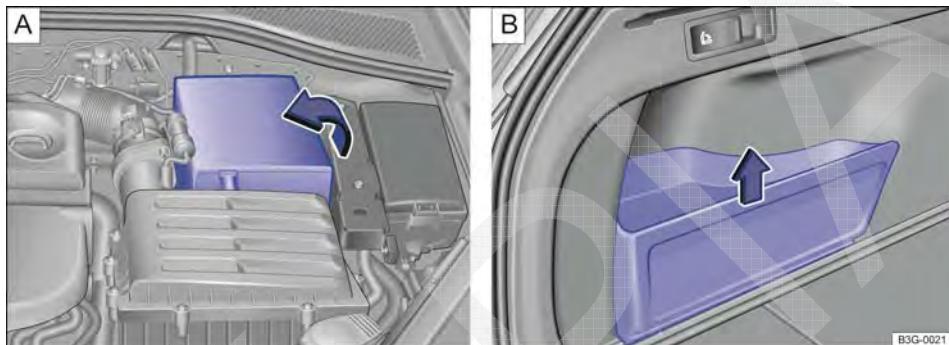

Fig. 303  No compartimento do motor: rebater para fora a guarnição da bateria do veículo.  No compartimento de bagagem: remover a cobertura da bateria do veículo.
Para *abrir*, rebater para fora a cobertura no sentido da seta → Fig. 303 .
Para *fechar*, rebater a cobertura no sentido contrário ao sentido da seta → Fig. 303 .
- A bateria do veículo está no compartimento de bagagem atrás de uma cobertura → Fig. 303 .
- Para *remover*, retirar a cobertura no sentido da seta → Fig. 303 , puxando-a para cima.
- Para *instalar*, colocar a cobertura na posição inicial no sentido contrário ao da seta → Fig. 303 .